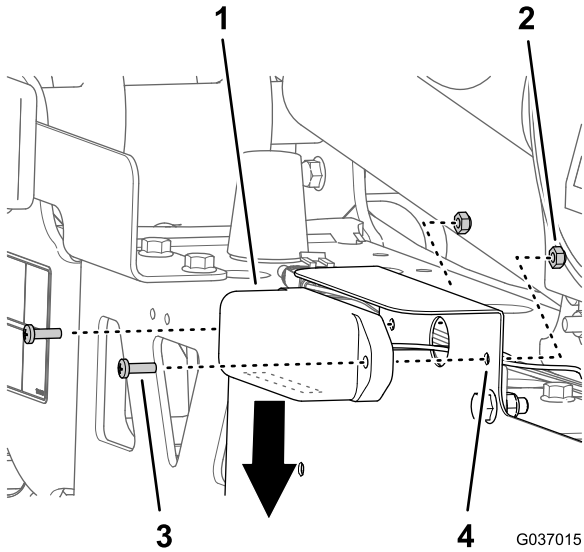

Figura 41
2. Alinee la lente de la luz hacia abajo y los orificios en la luz con los orificios en el soporte de la placa de matrícula (Figura 41).
3. Instale la luz en el soporte (Figura 41) con 2 tornillos (Nº 10 x 5/8") y 2 contratuercas (Nº 10).